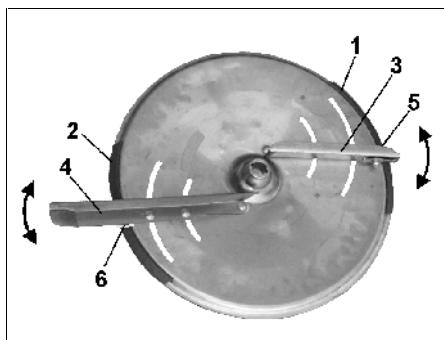

Рис. 38
Для точной настройки положения отдельных распределяющих лопастей без применения инструментов на распределяющих дисках расположены различные неизменные шкалы (Рис. 38/1 и Рис. 38/2).
Более коротким распределяющим лопастям (Рис. 38/3) относится шкала (Рис. 38/1) со значениями от 5 до 28, а более длинным распределяющим лопастям (Рис. 38/4) - шкала (Рис. 38/2) со значениями от 35 до 55.
**Перемещение распределяющих лопастей на более высокое значение шкалы (Рис. 38/1 или Рис. 38/2) увеличивает ширину захвата.**
- Найдите деление для положения короткой распределяющей лопасти на шкале (Рис. 38/1).
- Грань с делениями для считывания (Рис. 38/5) короткой лопасти (Рис. 38/3) переместите на значение шкалы, и снова затяните баращковую гайку.
- Найдите деление для положения длинной распределяющей лопасти на шкале (Рис. 38/2).
- Грань с делениями для считывания (Рис. 38/6) длинной лопасти (Рис. 38/4) переместите на значение шкалы, и снова затяните баращковую гайку.